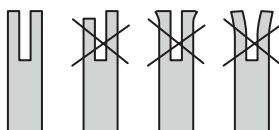

Fig. 46
5. Vérifiez l'usure du « rail » du guide-chaîne : tenez une règle (droite) contre le côté du guide-chaîne et des « plaques latérales des dents de coupe ». S'il y a un écart entre la règle et le guide-chaîne, le « rail » du guide-chaîne est normal. S'il n'y a pas d'espace (la règle est en contact avec le côté du guide-chaîne), le « rail » du guide-chaîne est usé et doit être remplacé par un neuf du même type (Fig. 46).